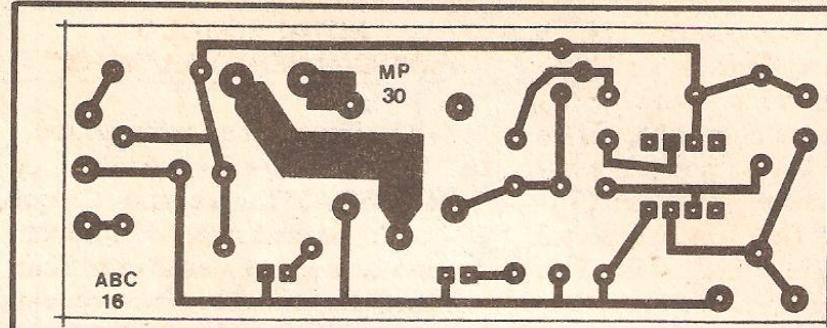

Fig.4
- FIG. 4 - CIRCUITO IMPRESSO ESPECÍFICO (ESCALA 1:1) - A platinha, cujo padrão cobreado é mostrado na figura em tamanho natural (para facilitar a "carbonagem" direta...) é simples, pouco "congestionada", de fácil confecção pelo próprio Leitor/"Aluno" (desde, obviamente, que possua os materiais básicos necessários à traçagem, corrosão, furação e limpeza...). Cuidados especiais devem ser dedicados nas regiões das ilhas destinadas às "perninas" do Integrado, já que constituem contatos muito pequenos e